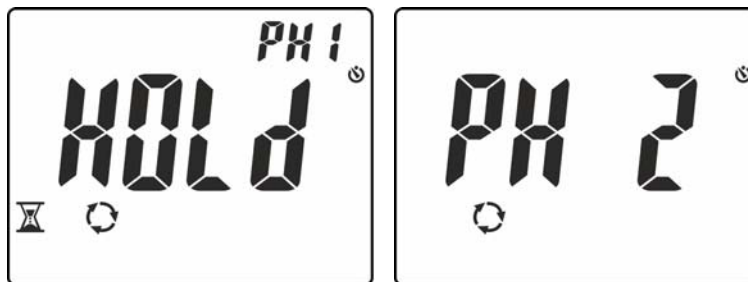

Fig. 14: Reconnaissance de la phase L1 et attente de la phase L2.
4. Dans des conditions correctes de tension et de fréquence, l'instrument affiche le message «**HOLD**», les symboles et «PH1» et il émet un son continu dans l'attente de la reconnaissance d'une valeur stable de tension sur la phase L1 (voir Fig. 14 – à gauche)
5. **Ne pas retirer l'embout de la phase L1** jusqu'à ce que le message «**PH 2**» clignote à l'écran (voir Fig. 14 – à droite)